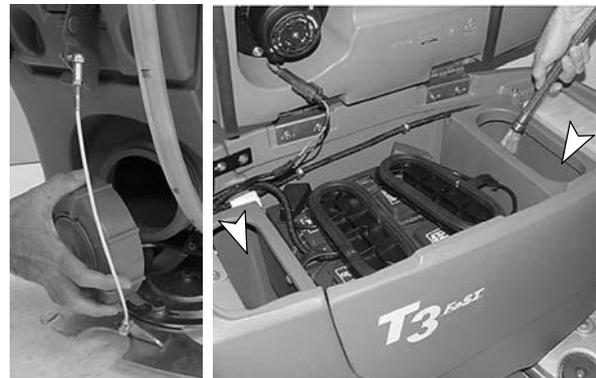

ABB. 32
2. Entfernen Sie zum Ausspülen des Frischwassertanks den Reinigungsverschluss an der Rückseite der Maschine und spritzen Sie Wasser (maximal 60 °C) direkt in die zwei Füllöffnungen unter dem Schmutzwassertank (Abbildung 32).